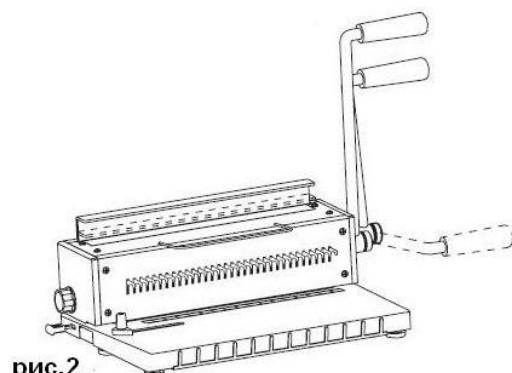

рис.2
- I. Плавно опустите рычаг до предела. (смотрите рис.2)